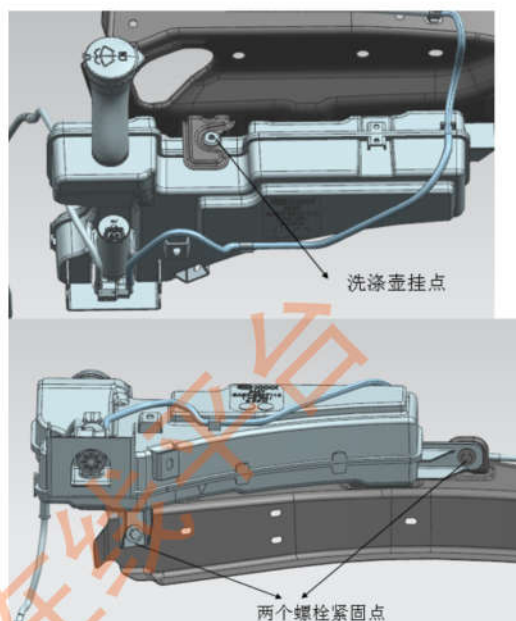

图 4-3-2-1
- 3) 将壶口固定在流水槽上洗涤壶支架上的两个螺栓紧固点拆除，从挂点取下，最后拔出壶颈，如图 4-3-2-1。